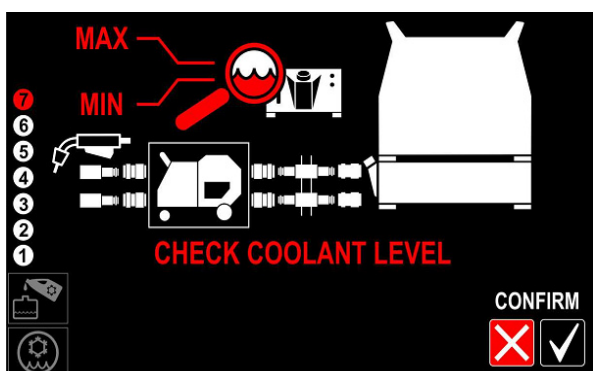

Figura 20
- Verificați nivelul agentului de răcire și adăugați agent de răcire, dacă este nevoie, pentru a atinge un nivel situat între nivelul minim și cel maxim ilustrate pe eticheta frontală a aparatului **COOL ARC® 60** - (Figura 20 sau 28).